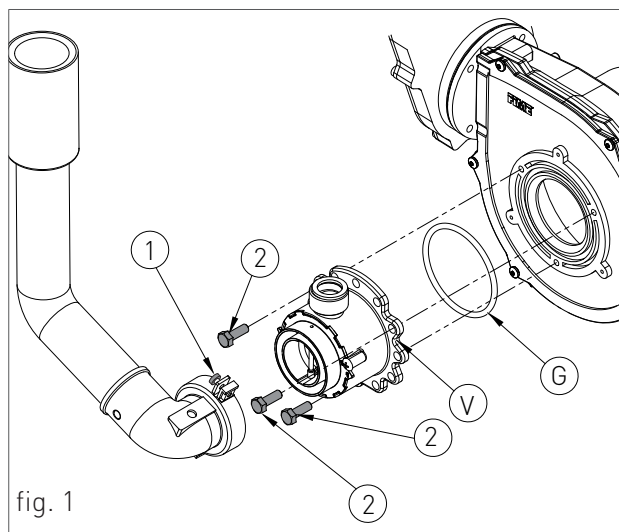

fig. 1
- › svitare le tre viti di fissaggio '2' (fig.1) del venturi 'V' (fig.1) con una chiave da 10, tipo come in figura 2;
- › sostituire il venturi con quello adatto al tipo di gas di rete (cod. 30-00166 per metano), e rimontare i componenti procedendo in senso inverso rispetto alle operazioni di smontaggio assicurandosi che venga rimontata la guarnizione 'G' come in fig.1;